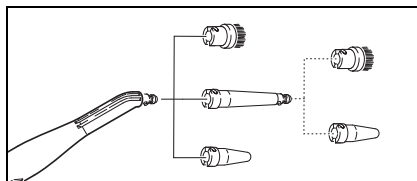

Fig. 8
- La buse à jet crayon (D1) peut également être utilisée avec la rallonge (D2), la brosse ronde (D3) ou la buse de puissance (D4) (voir fig. 8). Pour cela, placer les deux encoches de l'embout sur les crans de la buse à jet crayon, et